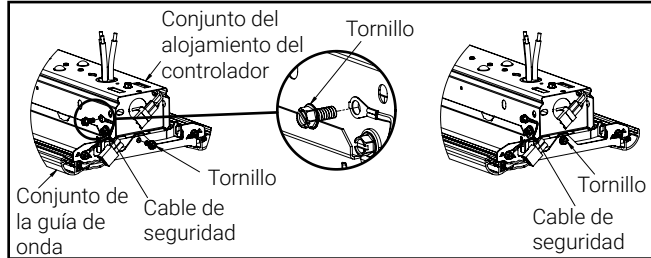

Figura 4
4. Fije el conjunto de la guía de ondas al conjunto del soporte de la bisagra del canal con tornillos e instale el cable de seguridad quitando un tornillo del conjunto del canal y vuelva a conectar el cable de seguridad con el mismo tornillo. (Figura 4)